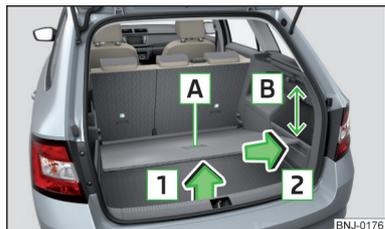

Fig. 103
- Levantar o piso de carga variável no manípulo **[A]** no sentido da seta **[1]** de modo que a sua parte traseira se encontra cerca de 15 cm **[B]** por baixo da borda da cobertura da bagageira » Fig. 103.
- Segurar o piso de carga variável no manípulo **[A]** » Fig. 103.
Ao retirar/colocar o piso de carga variável deve respeitar a distância máxima de 15 cm **[B]** » Fig. 103 por baixo da borda da cobertura enrolável - caso contrário existe perigo de danificar a junta da tampa da bagageira.